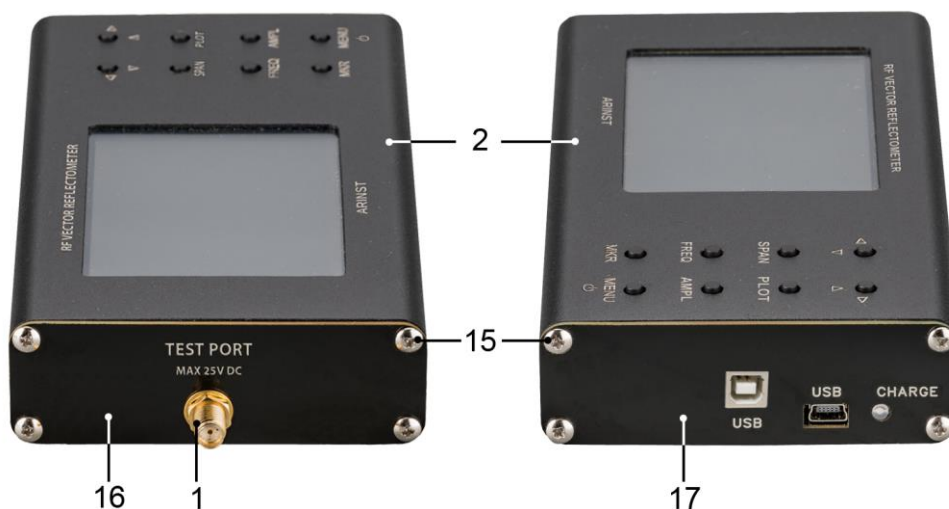

Рисунок 11.2 – Разборка корпуса прибора
11.3.4. Вывинтите 4 винта (15) передней крышки (16) прибора. Затем вывинтите 2 верхних винта (15) задней крышки (17) прибора. (Рисунок 11.2).